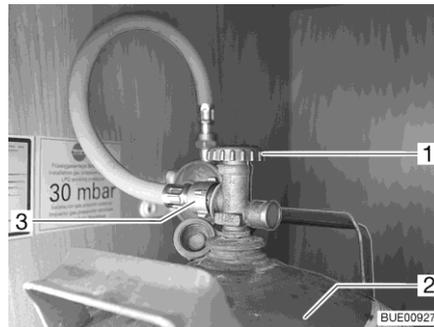

Fig. 186 Vano portabombole
- Chiudere la valvola principale di arresto (Fig. 186,1) della bombola del gas (Fig. 186,2). Osservare la direzione della freccia.
- Svitare il tubo del gas (Fig. 186,3) dalla bombola del gas.